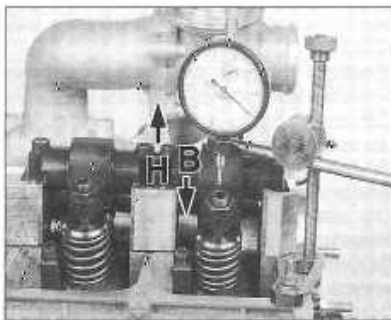

FIGURE 1-26
• Tourner le vilebrequin dans le sens de marche du moteur jusqu'à ce que le rouleau du culbuteur se trouve sur le sommet de la came (changement visible de direction de l'aiguille du comparateur). Le point «H» se trouve en haut, le «B» en bas (figure 1-26).